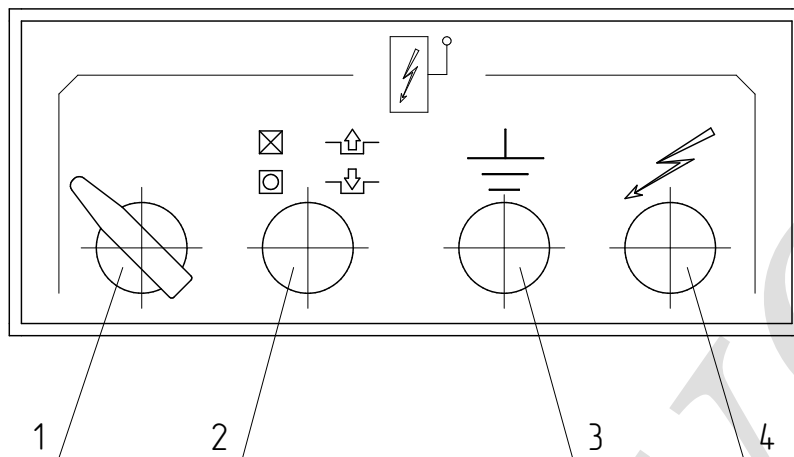

Рис. 6. Панель управления станка
| 1                   | Панель управления станка                     | Включение станка см. табл. 8, рис. 6  |
| № позиции по рис. 6 | Органы управления и их назначение   | Способ использования  |
7.2. Расположение органов управления на панели управления станка (рис. 6).